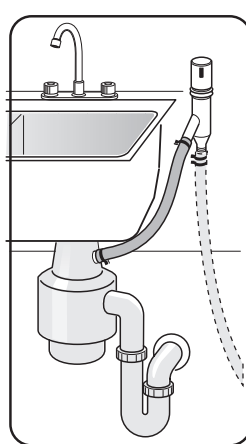

Figura 27
- 4 A la conexión de desagüe de la lavavajillas con una trituradora de alimentos a través de un espacio de aire, como se muestra en la **Figura 27**.